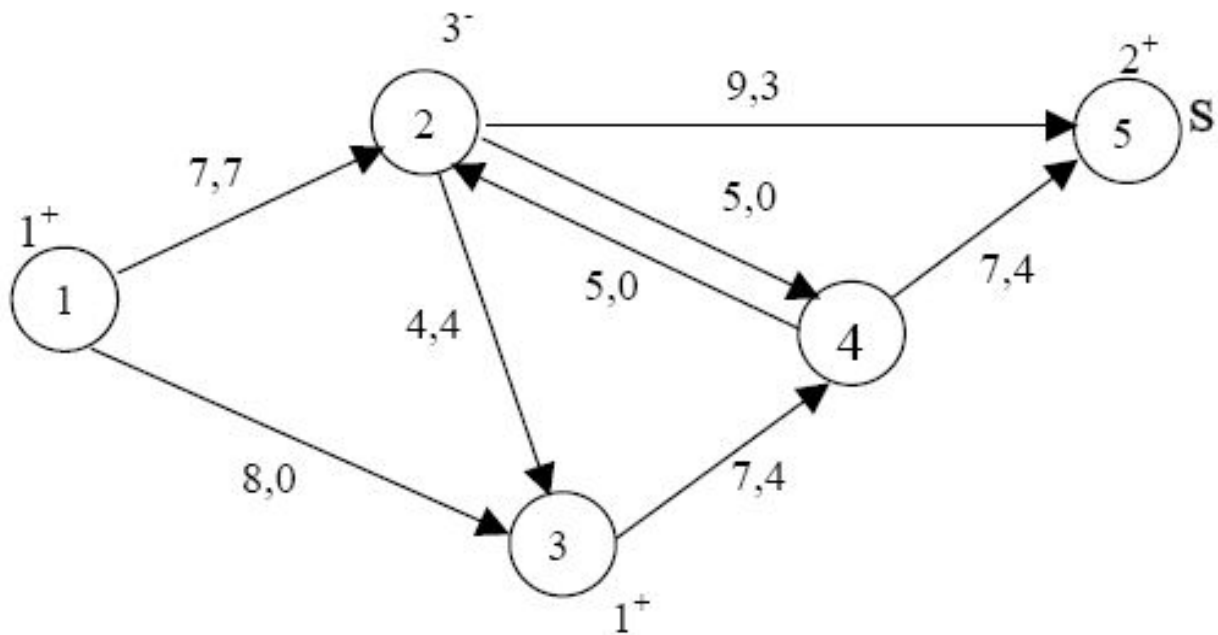

Рис. 2.13
5. Вдоль дуг увеличивающего пути P_1 (рис. 2.13) изменяем поток $z_0 = 4$ (м³/ч) на величину $\varepsilon = \varepsilon_1 = 3$ и получаем новый поток $z_1 = z_0 + \varepsilon = 4 + 3 = 7$ (м³/ч), такой что